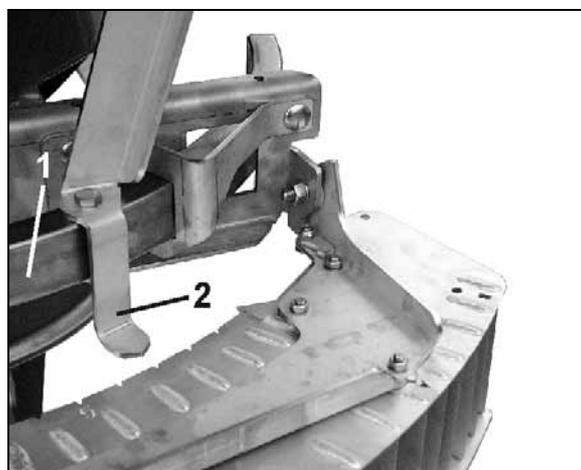

Fig. 60
2. Desplazar la pantalla de dispersión en límite sobre el estribo de guía (Fig. 60/1) hasta que el índice (Fig. 60/2) esté colocado sobre el valor de la tabla de dispersión a ser ajustado (Fig. 58).